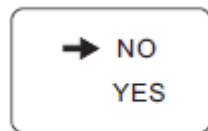

Fig 6.3.3
3) Po wyborze odpowiedniego kraju dwukrotnie dotknij ekranu by wejść do menu pokazanego na rysunku Fig 6.3.3.